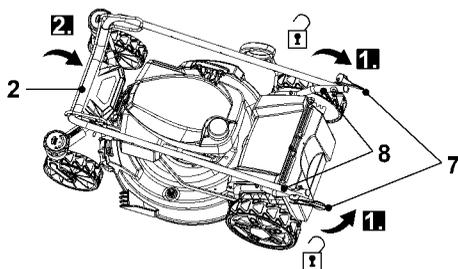

Рис. 1
2. Отверните два зажимных рычага (7), чтобы освободить верхнюю ручку (2) (рис. 1, шаг 1).
3. Поднимите верхнюю ручку (2) (рис. 1, шаг 2), чтобы совместить её с нижними планками ручки (8), затем удерживайте верхнюю ручку (2) в нужном положении. Убедитесь, что верхняя ручка (2) вместе с тормозным рычагом (3) направлена вверх.